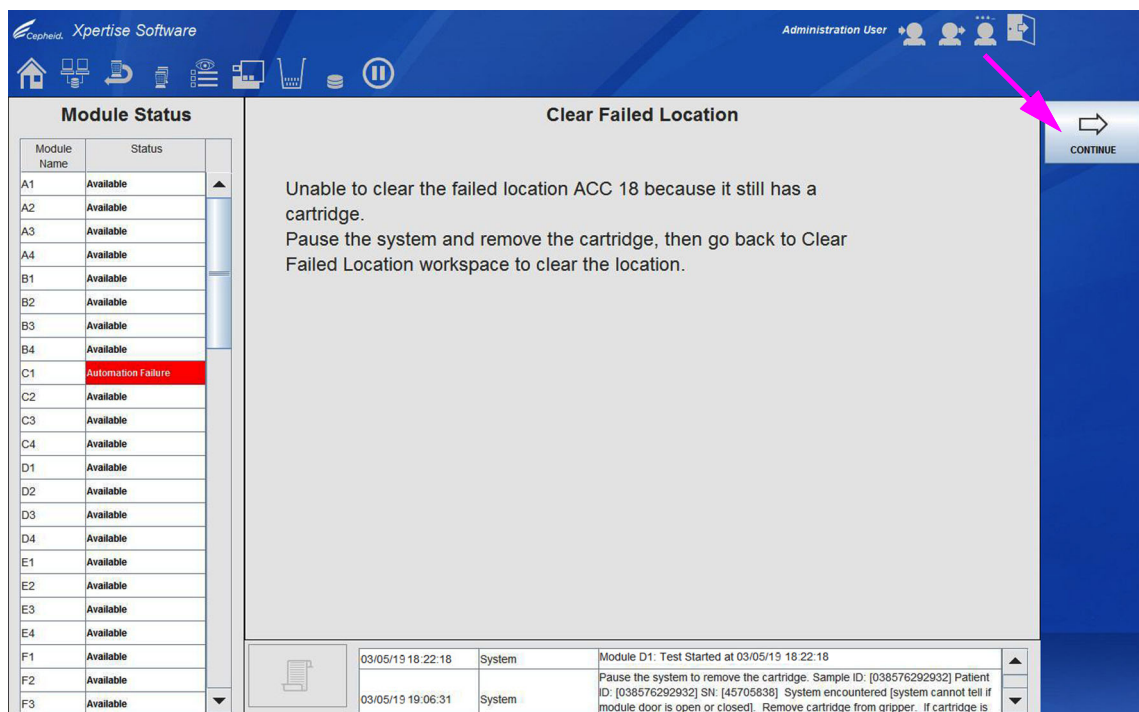
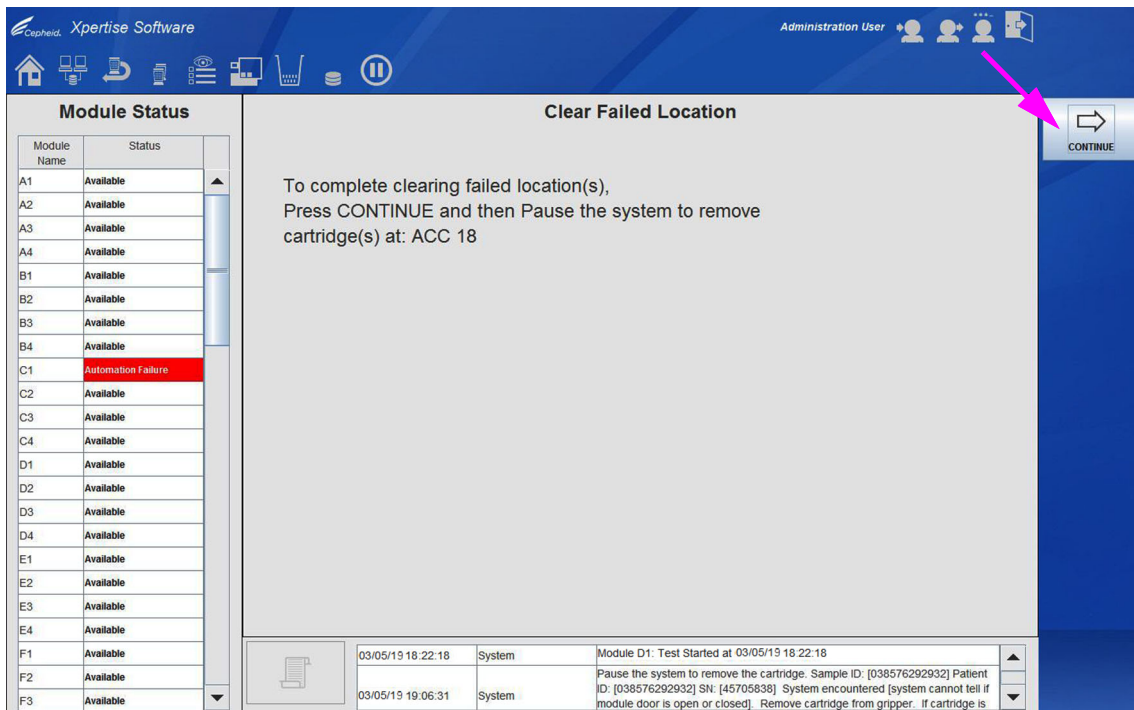

図 9-91. 故障場所のクリアワークスペース、一時停止の手順を表示
図 9-92. 故障場所のクリアワークスペース、続行の手順を表示
故障した場所にカートリッジがある場合は、**カートリッジあり (HAS CARTRIDGE)** ボタンを選択します。システムは、後でサイトをクリアするように促し、次の選択場所に進みます。図 9-91 を参照。
6. **続行 (CONTINUE)** ボタンを選択します (図 9-91 を参照)。次のワークスペースでは、**続行 (CONTINUE)** を選択し、システムを一時停止してカートリッジを取り外すように指示されています。図 9-92 を参照。
7. 図 9-92 に示す故障場所のクリア（Clear Failed Location）ワークスペースで**続行（CONTINUE）** ボタンを選択します。